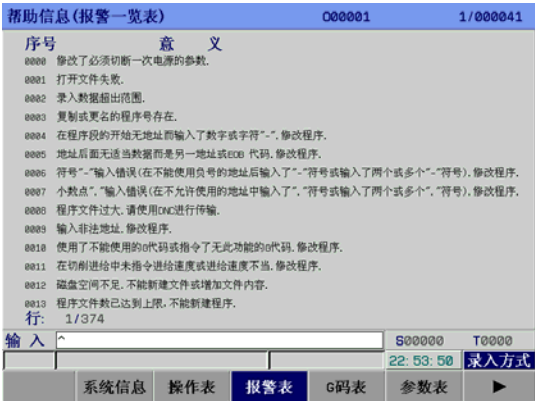

图 3-9-3
3、报警表界面 在<帮助>界面按【报警表】软键进入帮助信息（报警一览表）界面。见图 3-9-3: